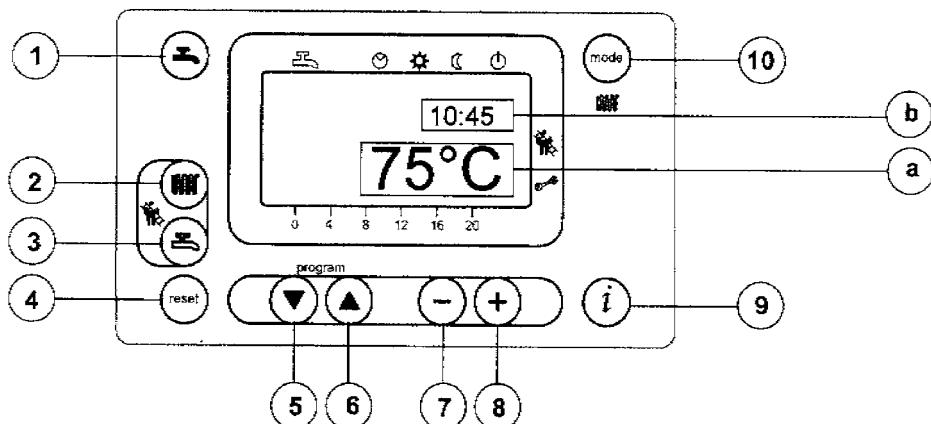
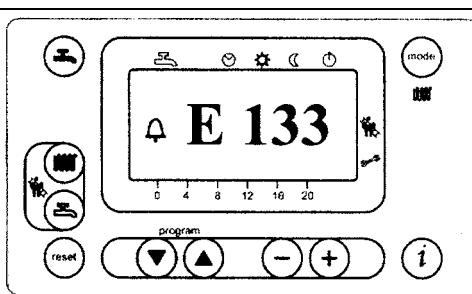

Рис.1
Рис.4
- Для установки значения температуры воды системы отопления нажмите кнопку (поз. 2 Рис. 1);
- нажмите одну из кнопок (поз. 1 или 10 Рис. 1) для запоминания значения и возврата в основное меню.
- Для установки максимального значения температуры воды системы ГВС нажмите кнопку (поз. 3 Рис. 1);
На основном дисплее (Рис. 1а) одновременно с кодом неисправности высвечивается символ (Рис. 4).
На дополнительном дисплее (Рис. 1б) индикация неисправности происходит при помощи попеременно сменяющих друг друга кода неисправности и значения времени. В данном случае перезапуск котла возможен только после устранения причины неисправности.